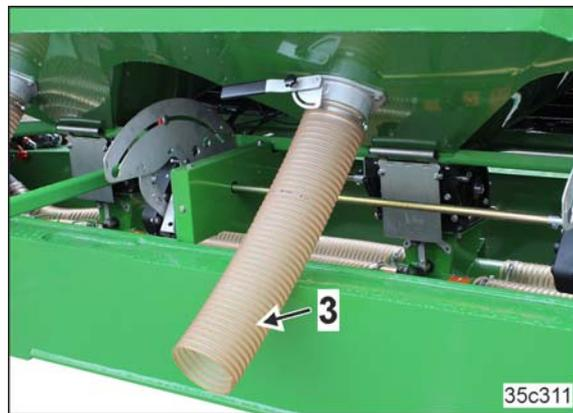

Fig. 57
3. Die Entleerungsschlauch (Fig. 57/3) in ein Auffangbehälter führen.